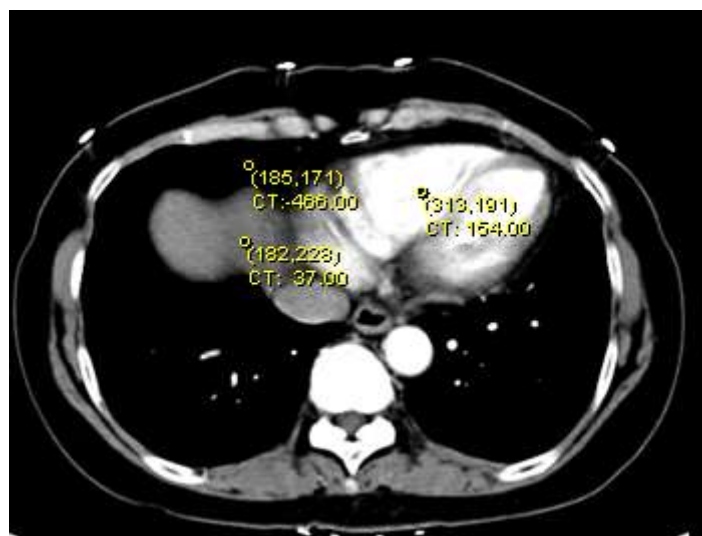

Рисунок 6-15 КТ-величина
3. Щелкните точку, которая требует измерения значения СТ, и ее текущая координата и значение СТ отображаются, как показано на Рисунок 6-15.